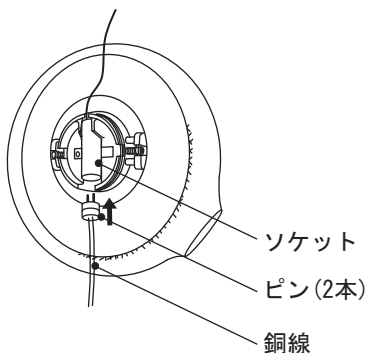

図 11
② グローブをキャップに合わせ、時計回りに回して、確実に固定してください。(図11参照)